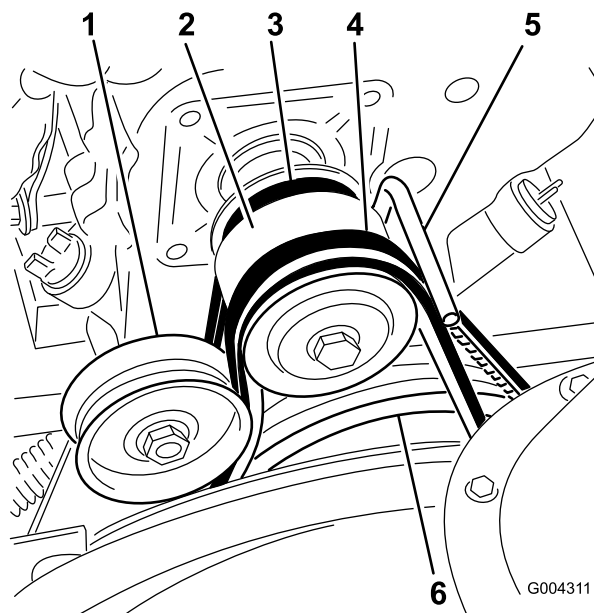

Figure 31
4. Retirez la courroie de fraise/turbine de la poulie du moteur et de la grande poulie de fraise/turbine (Figure 31).
3. Desserrez le boulon du guide-courroie (Figure 31).
9. Déchaussez la courroie de transmission de la poulie de moteur et de la grande poulie de transmission (Figure 31).
11. Passez la courroie sur la poulie de moteur, en veillant à la faire passer sous le guide-courroie (Figure 31).
16. Placez la courroie de fraise/turbine sur la grande poulie de fraise/turbine et la poulie du moteur, en veillant à la faire passer à l'intérieur de la poulie de tension et du guide-courroie (Figure 31).
2. Desserrez le boulon du guide-courroie (Figure 31).
3. Retirez la courroie de fraise/turbine de la poulie du moteur et de la grande poulie de fraise/turbine (Figure 31).
4. Passez la courroie neuve autour de la grande poulie de fraise/turbine (Figure 31).
5. Passez la courroie sur la poulie de moteur, en veillant à la faire passer sous la poulie de tension et le guide-courroie (Figure 31).